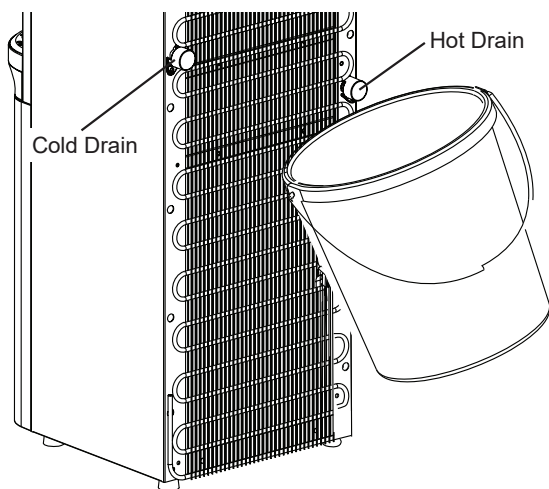

Figure 1.
6. À l'aide d'un seau, vidangez la solution nettoyante résiduelle du réservoir interne d'eau chaude en retirant le couvercle de vidange et dévissant le capuchon de vidange situés sur l'arrière de l'appareil (voir les figures 1 et 2). Assurez-vous que le seau de vidange est correctement placé puis retirez le petit bouchon de vidange en silicone. L'eau va s'écouler immédiatement. Jetez la solution nettoyante et réinstallez le capuchon de vidange du réservoir d'eau chaude. Répétez les étapes précédentes pour la vidange de l'eau froide.
9. À l'aide des étapes illustrées aux Figures 1 et 2 de la page 8, vidangez le réservoir d'eau froide (côté gauche) et laissez l'eau fraîche s'écouler dans le système.
12. Branchez le distributeur dans une prise à disjoncteur différentiel de fuite à la terre (DDFT, ou GFCI en anglais) et assurez-vous que les interrupteurs des systèmes d'eau chaude et froide sont tous les deux à la position de marche (ON). Si vous n'allez pas utiliser l'eau chaude, mettez l'interrupteur d'eau chaude en arrêt (OFF) pour conserver l'énergie.